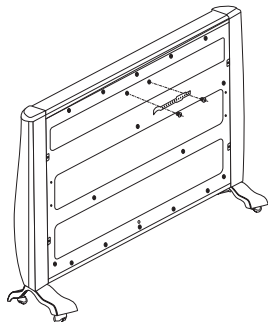

Figura 3
- Instalați mânerul furnizat pe partea din spate a aparatului înșurubând cele două șuruburi așa cum este arătat (Figura 3) cu 2 șuruburi 4*14 se fixează în deschiderea respectivă.